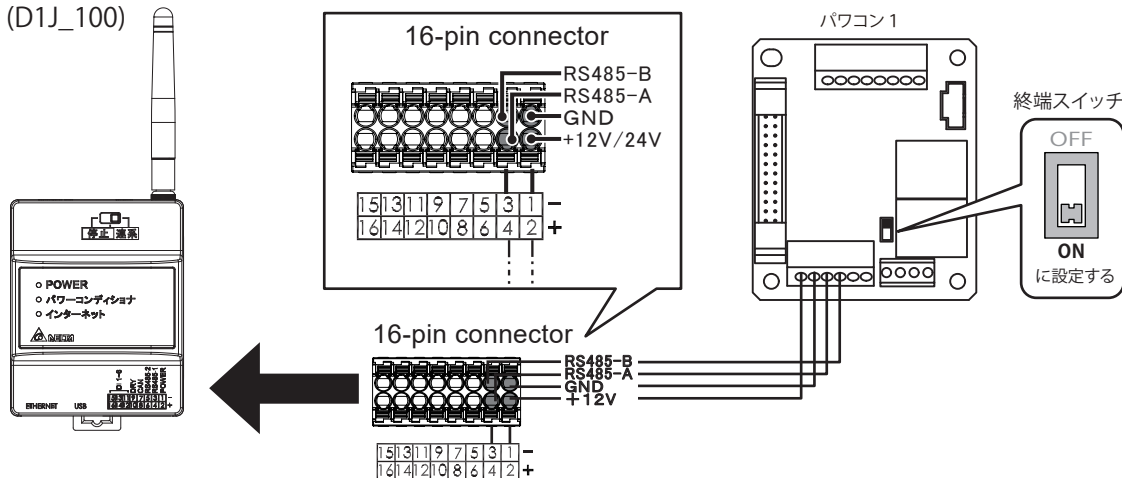

図 5-8 1台のパワーコンディショナを接続するとき
- ・パワーコンディショナを単独で設置するときには、RS-485 の終端抵抗を ONに設定してください。(図 5-8)